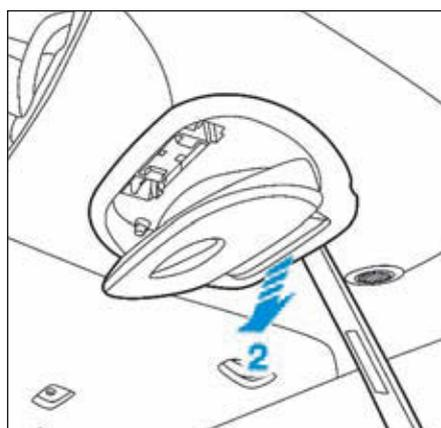

FIG.45
- la partie avant du support de rétroviseur (2) (Fig.45),